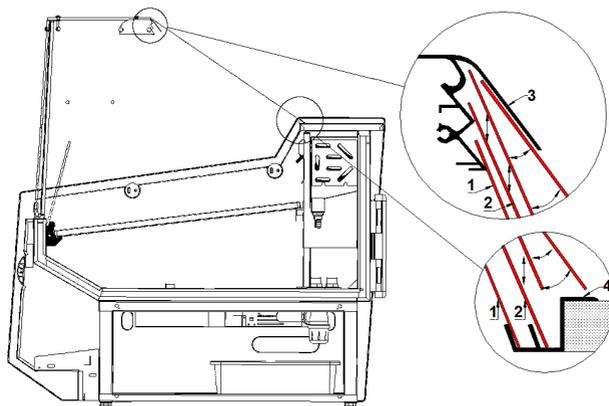

Abb. 5. Montage / Demontage der Nachtdeckungen
1. Die Ausstellungsfächer einstellen, indem diese auf den Aluwinkeln unterstützt werden Abb.5/4;5